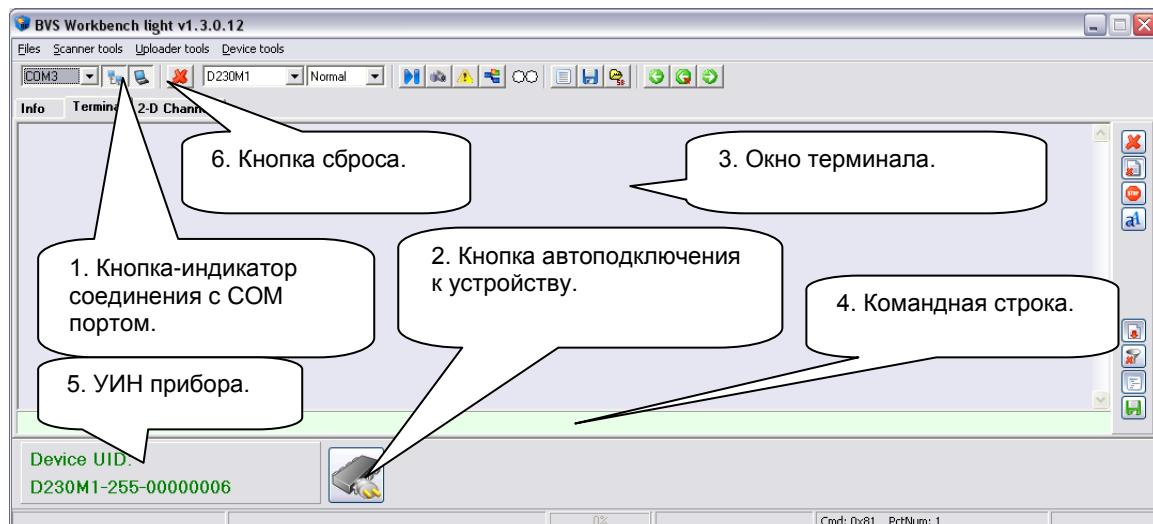

Рисунок 9.22
3. Запустить программу "**bvsWorkbench Light**", нажать кнопку автоподключения к устройству (2) (см.рис.9.22). При правильной работе, кнопка-индикатор соединения с COM-портом (1) переходит в нажатое состояние. Если прошивка устройства не повреждена, или хотя бы не поврежден начальный загрузчик основной прошивки, в окно идентификатора прибора будет выведен УИН (уникальный идентификационный номер) прибора.